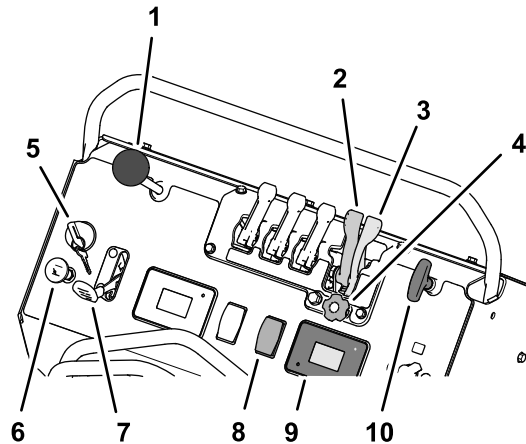

Figura 36
1. Arranque el motor y ponga el acelerador en un punto intermedio entre las posiciones de LENTO y RÁPIDO (Figura 36).
2. Pulse la parte superior del interruptor de control del impulsor para poner en marcha el motor del impulsor (Figura 36).